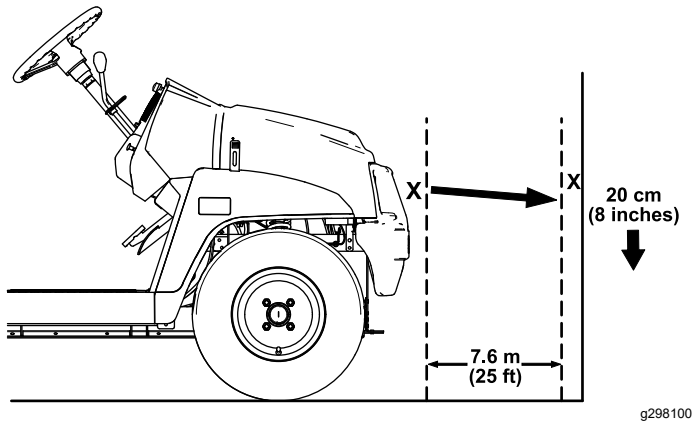

Figura 46
1. Parcai maina pe o suprafață plană, cu farurile la aproximativ 7,6 m de un perete (Figura 46).
Partea cea mai luminoasă a fasciculului farului trebuie să fie la 20 cm sub semnul marcat pe perete. (Figura 46).